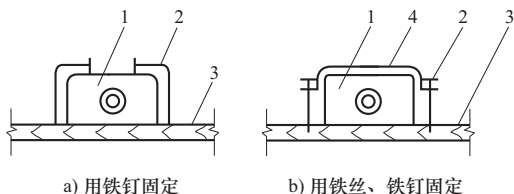
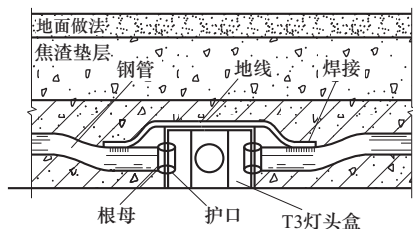

图 2-52 灯头盒在模板上固定
图 2-53 灯头盒在现浇混凝土楼板内的安装
(2) 灯头盒可用铁钉固定或用铁丝缠绕在铁钉上，如图 2-52 所示。灯头盒在现浇混凝土楼板内的安装如图 2-53 所示。